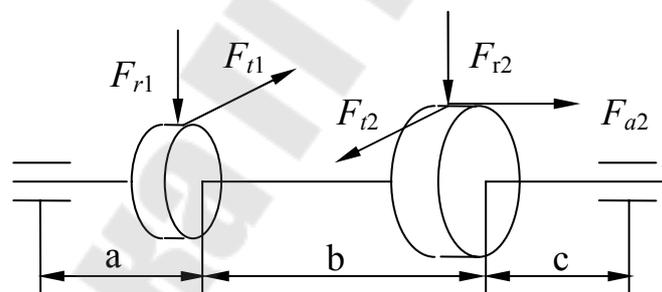

Рис. 2.4
5. Сделать уточненный расчет вала для заданной схемы (рис. 2.4), если  $F_{t1} = 1500$  Н,  $F_{r1} = 558$  Н,  $F_{t2} = 750$  Н,  $F_{r2} = 279$  Н и  $F_{a2} = 159$  Н. Остальные исходные данные приведены в табл. 2.5